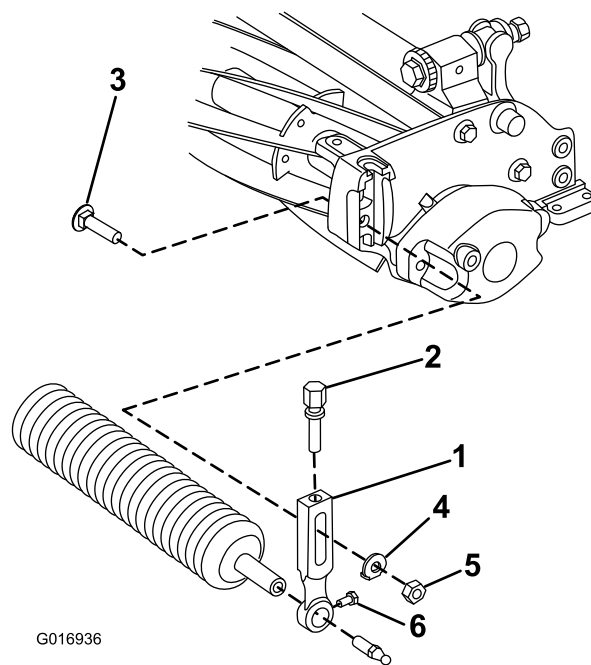

Figura 2
2. Sull'apparato di taglio, allentate le viti di montaggio che fissano ciascuna estremità del rullo anteriore ai bracci dell'altezza di taglio (Figura 2).
3. Rimuovete i bulloni della lama, le rondelle e i dadi di bloccaggio che fissano i bracci dell'altezza di taglio a ciascuna delle estremità dell'apparato di taglio (Figura 2). Rimuovete i bracci dell'altezza di taglio e il gruppo dei rulli.
4. Rimuovete le viti di regolazione dell'altezza di taglio e le viti per il montaggio del rullo dai bracci dell'altezza di taglio (Figura 2).